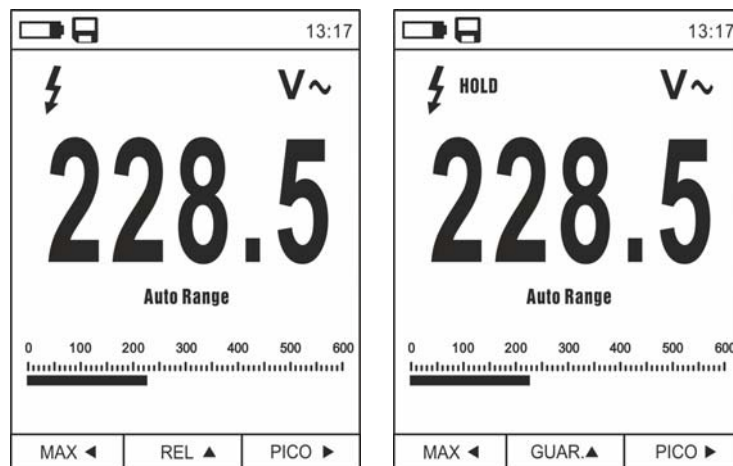

Fig. 7: Guardado valor fijado en pantalla
1. Pulse la tecla **HOLD/ESC** para fijar el resultado. El mensaje “HOLD” aparece en el visualizador y la tecla **REL ▲** se convierte en **SALVA ▲** (ver Fig. 7)